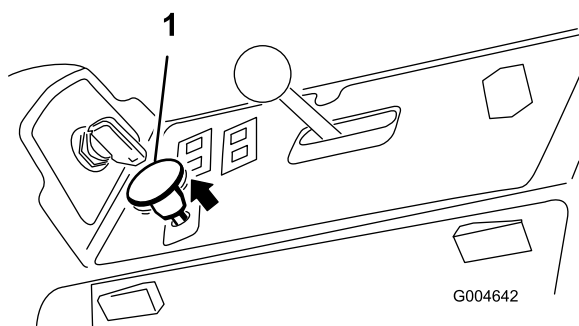

Figura 20
3. Innestate il comando della PDF alzandolo (Figura 20).